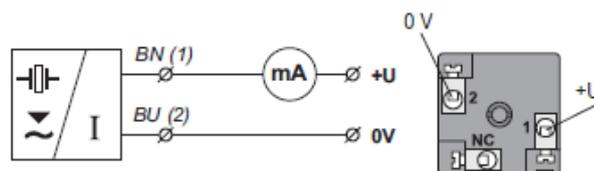

Fig. 15: Diagrama de conexão do medidor de nível (variante-I) e vista interior do conector
4. Conecte os fios do cabo aos terminais de parafuso, como mostrado na Fig. 15 (corrente de saída 4-20 mA), Fig.16 (corrente de saída 0-10 V), Fig. 17 (tipo de saída S) ou Fig.18 (tipo de saída P). Aperte os terminais com firmeza.